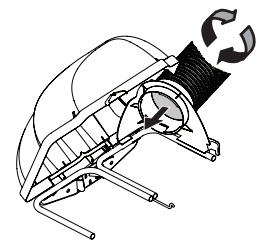

Figure 20
- Enfiler l'extrémité supérieure du tuyau fermement dans le support supérieur de la goulotte. Il y a deux languettes sur la partie intérieure inférieure du support supérieur de la goulotte pour permettre un bon enfilage. Voir Figure 20.